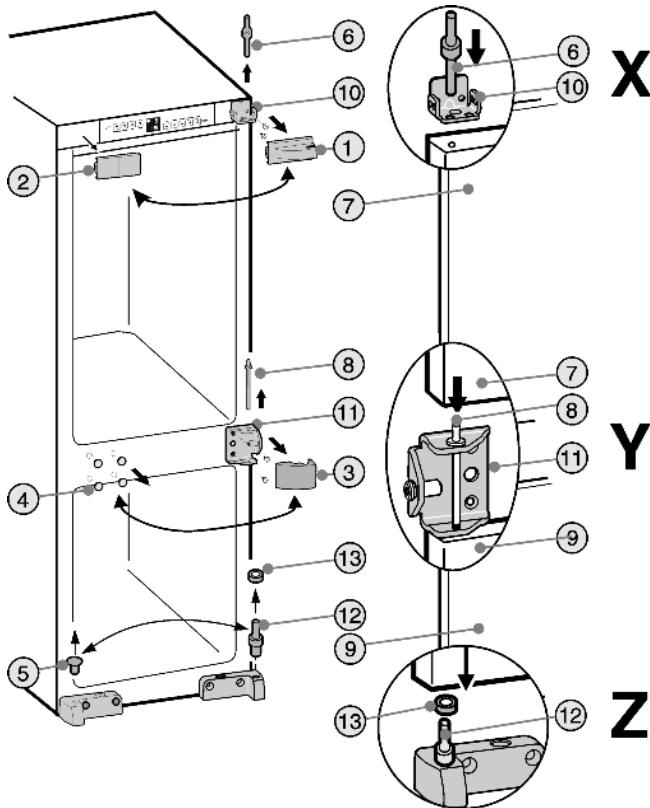

Fig. 3
- Abdeckteile Fig. 3 (1,2,3,4,5) abheben.
- Lagerbolzen Oben Fig. 3 (6) aus der Kühlteiltür Fig. 3 (7) herauschrauben.
- Kühlteiltür Fig. 3 (7) leicht nach vorne kippen und nach oben abheben.
- Lagerbolzen Mitte Fig. 3 (8) herauschrauben.
- Gefrierteiltür Fig. 3 (9) abheben.
- Lagerbock Oben Fig. 3 (10) und Lagerbock Mitte Fig. 3 (11) abschrauben und auf der Gegenseite mit den gleichen Schrauben wieder anschrauben.
- Lagerbolzen Unten Fig. 3 (12) mit Scheibe Fig. 3 (13) umsetzen.
- Gefrierteiltür unten auf Lagerbolzen Fig. 3 (12) und Scheibe Fig. 3 (13) aufsetzen. **Detail Z**
- Lagerbolzen Mitte Fig. 3 (8) durch den Lagerbock Mitte Fig. 3 (11) ins Türlager einsetzen und festschrauben. **Detail Y**
- Kühlteiltür auf den Lagerbolzen Mitte Fig. 3 (8) aufsetzen. **Detail Y**
- Lagerbolzen Oben Fig. 3 (6) durch **äußeres** Loch im Lagerbock Fig. 3 (10) ins Türlager der Kühlteiltür Fig. 3 (7) einsetzen und festschrauben. **Detail X**
- Abdeckteile Fig. 3 (1,2,3,4,5) jeweils auf der Gegenseite wieder um 180° gedreht wieder montieren.